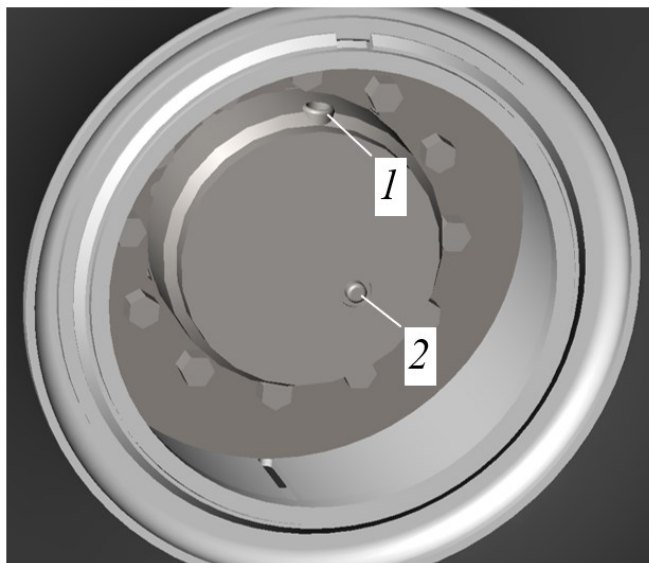

Рисунок 5.53. Положение редуктора для контроля уровня масла
- ▶ Двигая машину назад и вперед установить колесный редуктор в положение, когда сливная пробка 1 будет размещена сверху на 12 часов, см. рис. 5.53, пробка для контроля уровня масла поз. 2 будет размещена сбоку справа.
- ▶ Выкрутить пробку для контроля уровня масла поз. 2, рис. 5.53. Нормальным считается уровень, когда масло находится на уровне нижней кромки отверстия или слегка вытекает из него.
- В случае, если уровень масла меньше нормы, необходимо долить масло через отверстие поз. 1, рис. 5.53.